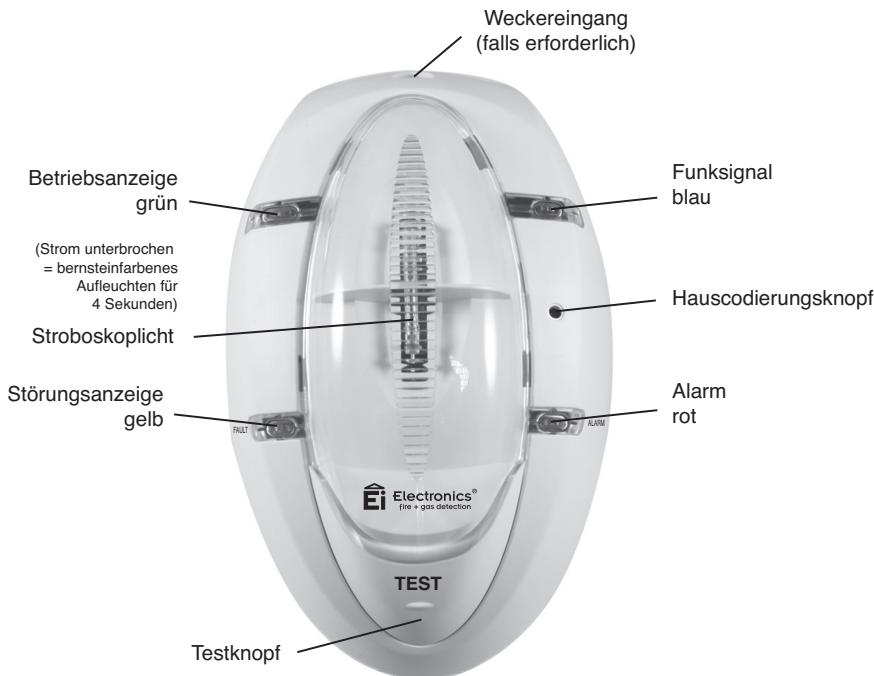

Abbildung 4
3.1.2 Betätigen Sie an allen Geräten, die Sie mit dem Ei170RF vernetzen möchten, den Hauscodierungsknopf (Hinweise zur Vernetzung der einzelnen Komponenten entnehmen Sie bitte den jeweiligen Bedienungsanleitungen). Am Modul Ei170RF betätigen Sie ebenfalls den Hauscodierungsknopf mit einem kleinen Schraubendreher (oder einem ähnlichen Werkzeug mit einem maximalen Durchmesser von 3 mm). Der Hauscodierungsknopf befindet sich wie in Abbildung 4 zu sehen, auf der Front des Geräts in einem kleinen Loch.
sicher, dass das Vibrationskissen und die Stroboskopleuchte funktionieren. Den Test führen Sie über den Testknopf des Geräts durch (siehe Abbildung 4).
Uhreneingangsbuchse: Ein geeignetes Weckrufsignal kann über einen 3,5 mm Mono-Klinkenstecker mit dieser Eingangsbuchse verbunden werden (siehe Abbildung 4). Wenn der Wecker Alarm auslöst, schaltet sich das Vibrationskissen dauerhaft ein (d.h. ohne zu pulsieren), um die Person aufzuwecken, ohne dabei jedoch das eingebaute Stroboskop oder die zusätzlichen Ausgänge zu aktivieren. So weiss der Nutzer, dass es sich um einen Weckruf und nicht um ein Feuer handelt.